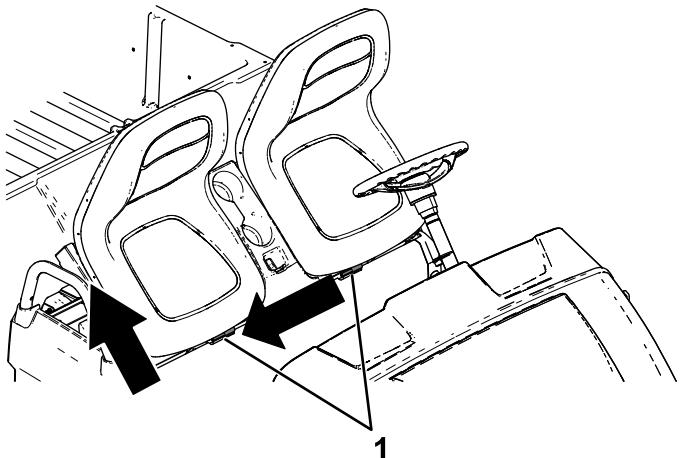

Figura 28
2. Fate scorrere il gruppo sedile sul lato estraendolo dai perni e sollevatelo (Figura 28).